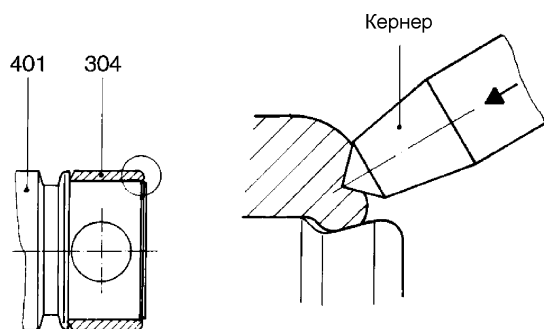

Рис. 8: Стопорение шарнирной муфты
- Надеть шарнирные зажимы (306), манжеты шарнира (308) и шарнирную муфту (304) на шейку шарнирного вала (307).
- Вставить шарнирный вал (307) в головку ротора (401) или съемного вала (125).
- Вставить шарнирный болт (301) в шарнирную втулку (302) и полностью загнать втулки для шарнирного болта (303).
- Если потребуется, гладко отшлифовать шарнирную муфту (304) по наружному диаметру и насадить на головку ротора (401) или съемного вала (125).
- После насадки шарнирной муфты (304) застопорить ее против осевого смещения на головке ротора (401) или съемного вала (125).
ВНИМАНИЕ Для этого нужно забить торцевую сторону шарнирной муфты (304) ударом кернера в паз на головке ротора (401) или съемного вала (125) (см. рис. 8).